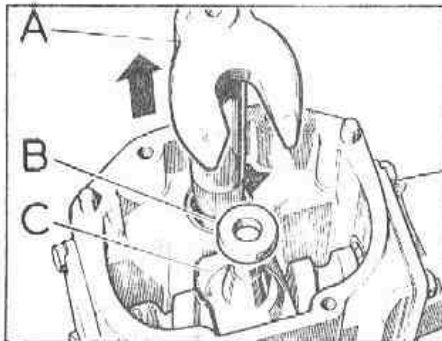

Fig. G-34 Eje de la bieleta
- 1.2. Extraer el rodillo, B (Fig. G-34) de la tuerca principal, C, y retirar el eje, A.